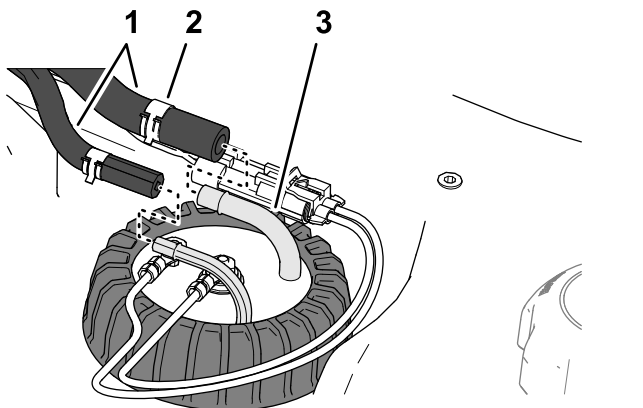

Bild 97
5. Montieren Sie die Schläuche auf die Anschlussstücke des Kraftstoff-Füllstandsensors und befestigen Sie die Schläuche mit den Schellen an den Anschlussstücken (Bild 97).